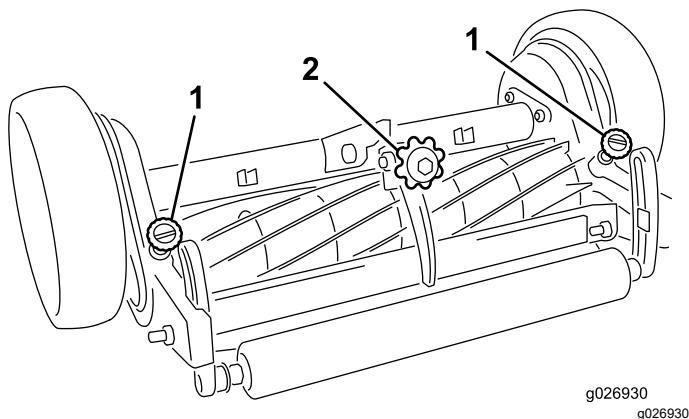

Figure 4
2. Désengagez les boutons de débrayage du cylindre (Figure 4). Faites tourner doucement le cylindre en arrière pour vous assurer qu'il bouge librement.
3. Tout en faisant tourner le cylindre en arrière, tournez le bouton de réglage de la contre-lame dans le sens antihoraire (Figure 4) jusqu'à ce que la contre-lame ne touche plus les lames du cylindre.
4. Tout en faisant tourner le cylindre en arrière, tournez le bouton de réglage dans le sens horaire (Figure 4), un cran à la fois, jusqu'à ce que vous sentiez un léger contact entre la
6. Au début de la journée de tonte, quand les cylindres sont encore froids, engagez les boutons de débrayage du cylindre (Figure 4). Actionnez les unités de coupe pendant 15 à 20 minutes pour permettre à la contre-lame et au cylindre d'atteindre la température normale de fonctionnement, puis arrêtez les unités de coupe. Désengagez ensuite les boutons de débrayage du cylindre et faites tourner le cylindre en arrière. Vous devriez entendre un très léger bruit, pas un déclic, ce qui confirme que le réglage est correct. Si vous n'entendez aucun son, vous devez à nouveau régler la contre-lame et le cylindre; voir les opérations 3 à 5. En revanche, lorsque les cylindres sont chauds parce qu'ils viennent de fonctionner, effectuez uniquement les opérations 1 à 5 pour maintenir un léger contact entre la contre-lame et le cylindre.